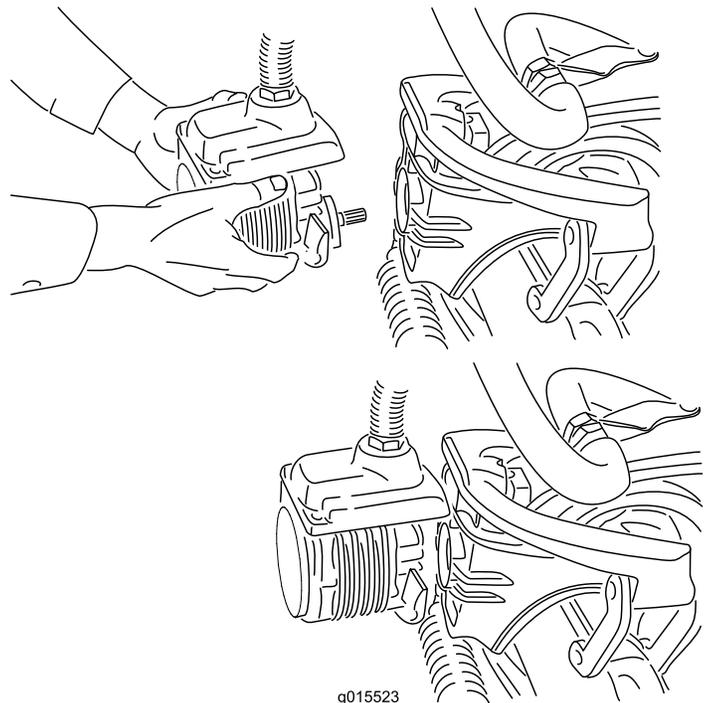

図 40
4. 外したモータは、サスペンションアームの前部にある一時保管位置にセットしておく **図 40**。